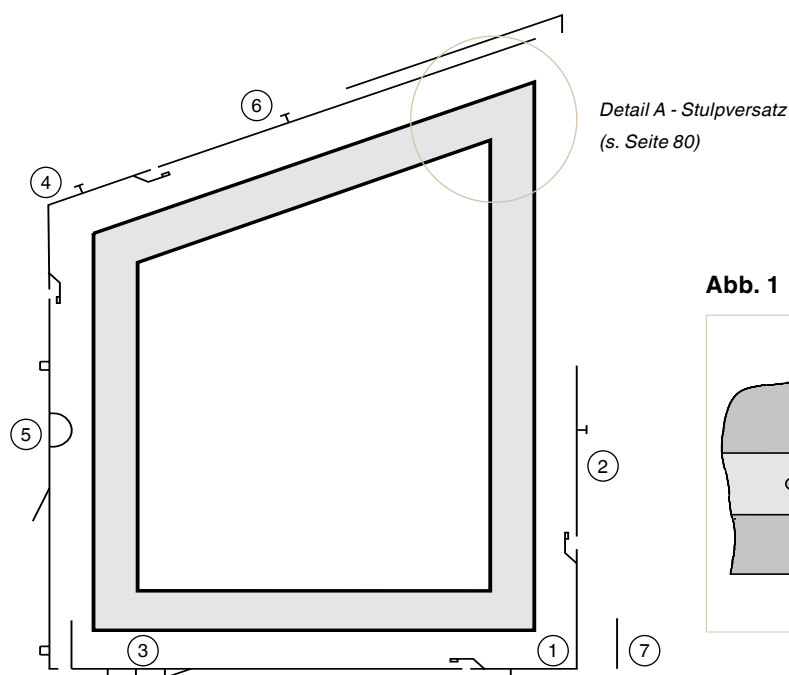

Abb. 1
1. **Endverschluss** ① einlegen (s. Abb 1) (ab FFH über 1000 mm mit Mittelverschluss ② koppeln)* und verschrauben.
2. **Eckumlenkung für Rundbogen** ③ ablängen / verlängern und gemeinsam mit Eckumlenkung verschrauben.
3. **Eckumlenkung für Schrägfenster** ④ montieren.
4. **Getriebe** ⑤ ablängen und gemeinsam mit Eckumlenkungen verschrauben.
5. **Schrägfenstererschere** ⑥ ablängen und gemeinsam mit Eckumlenkung für Schrägfenster verschrauben (Stulpversatz beachten, s. S. 79/80, Abb. 1).
6. **Ecklagerband** ⑦ am Überslag aufstecken und verschrauben.